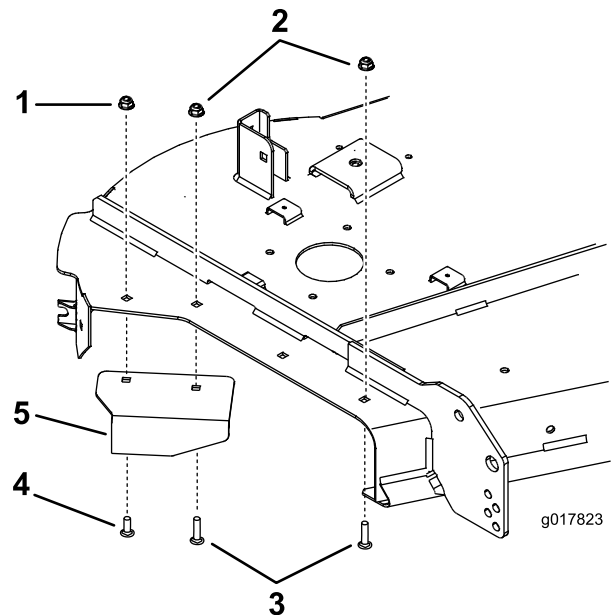

Figura 31
5. Montate un bullone a testa tonda e un dado flangiato nel foro frontale mostrato nella Figura 31.